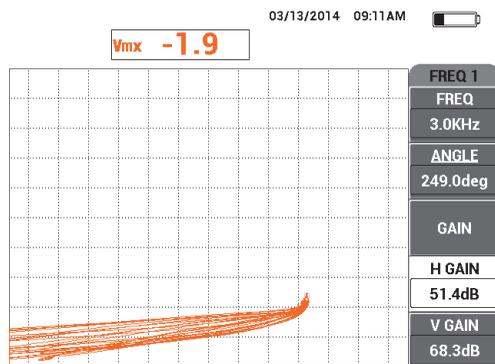

Figura 5-109 Regolazione del valore GUAD.O.
17. Inclinare la sonda ad un angolo arbitrario in posizione 1, osservare il segnale di lift-off proveniente dal canale **COMB.** ed in seguito diminuire **GUAD.O.** (tasto D) fino a quando il segnale di lift-off proveniente dal canale **COMB.** è orientato verso sinistra (vedere Figura 5-109 a pagina 216).